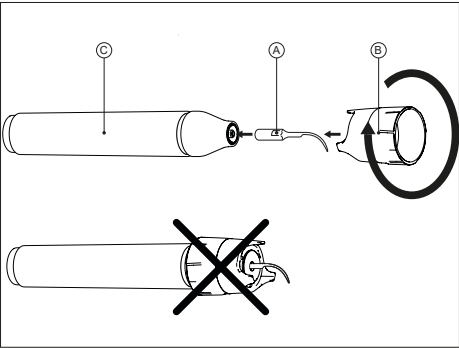

Fig.1
Reportez-vous à la Fig.1
- 2 Insérez l'insert piézoélectrique dans la clé dynamométrique, comme illustré à la figure 1 ;
⚠ **ATTENTION** : Ne saisissez pas la pièce à main par l'extrémité et/ou le cordon, mais uniquement par le corps (Figure 1 - Réf. C). Ne faites pas pivoter le corps pendant la fixation de l'insert piézoélectrique. Saisissez fermement le corps de la pièce à main et tournez uniquement la clé dynamométrique.